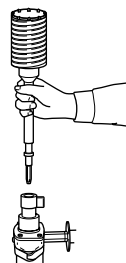
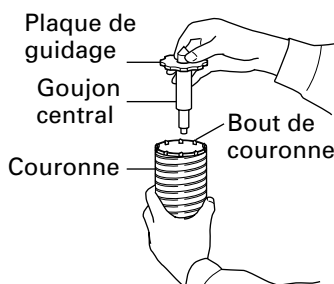

Fig. 13
Fig. 14
- (2) Monter la queue de couronne sur le corps principal en suivant le principe de montage du foret de perçage et la pointe de broyage. (Fig. 13)
- (3) Insérer le goujon central dans la plaque de guidage jusqu'à ce qu'il en atteigne l'extrémité.
- (4) Engager la plaque de guidage en alignant sa partie concave avec la pointe de couronne. Lorsque la plaque de guidage décale la position de la partie concave vers la droite ou la gauche, la plaque de montage ne glisse jamais, même lorsque le marteau rotatif est utilisé vers le bas. (Fig. 14)